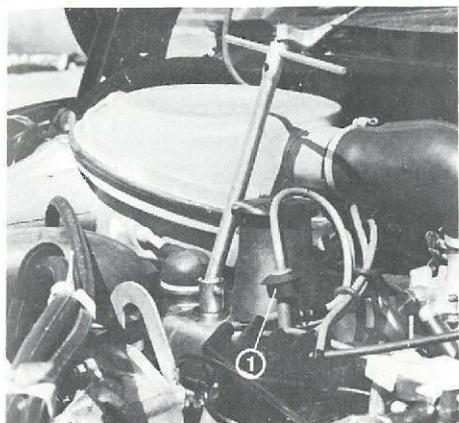

Abb. 36
Schrauben Sie die Kerze heraus, indem Sie dabei einen Dorn als Hebel verwenden (Abb. 36).
Nach Wiedereinbau der Kerze und Befestigung des Kabels dürfen Sie nicht vergessen, die Kappe ① (Abb. 36) wieder aufzusetzen.